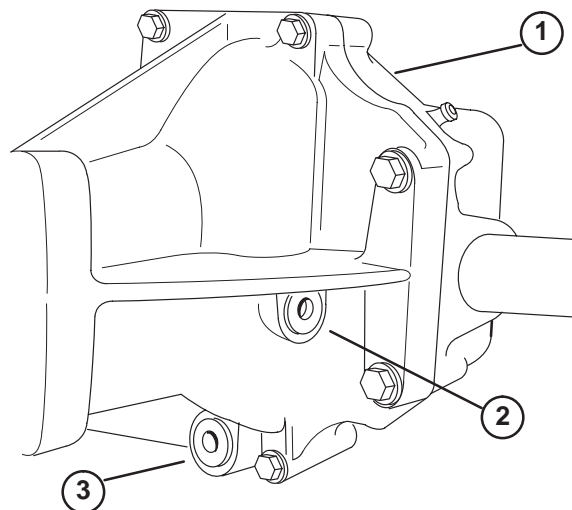

Bild 54
2. Entfernen Sie die Ablassschraube aus der Seite des Behälters (Bild 54) und lassen das Öl in eine Wanne ablaufen.